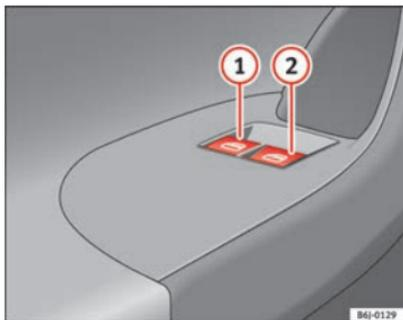

Fig. 50 Dettaglio della porta del conducente: comandi per l'apertura e la chiusura dei finestrini anteriori.
I tasti ⇒ fig. 50 ①, ② hanno due livelli per l'apertura e due per la chiusura dei finestrini. In questo modo è più facile eseguire le operazioni di apertura e chiusura.